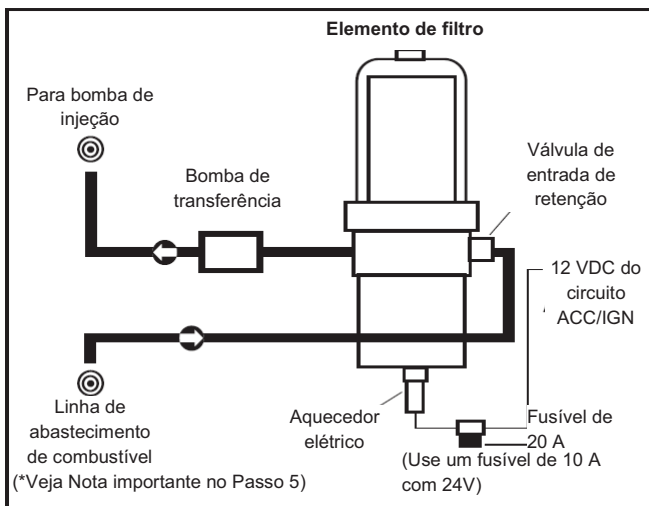

Figura 1 – Fiação apropriada do circuito elétrico e direcionamento da linha de combustível (se aplicável)
Passo 5 - Direcione as linhas de fornecimento da seguinte maneira (ver Figura 1):